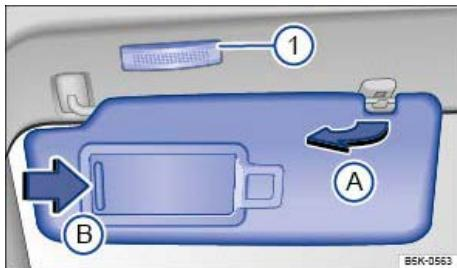

Abb. 111 Im Dachhimmel vorn: Sonnenblende.
- Aus der Halterung herausziehen und zur Tür schwenken ⇒ Abb. 111(A) .
In der heruntergeklappten Sonnenblende befindet sich hinter einer Abdeckung ein Make-up-Spiegel. Beim Aufschieben der Abdeckung ⇒ Abb. 111(B) leuchtet eine Leuchte ⇒ Abb. 111(1) auf.